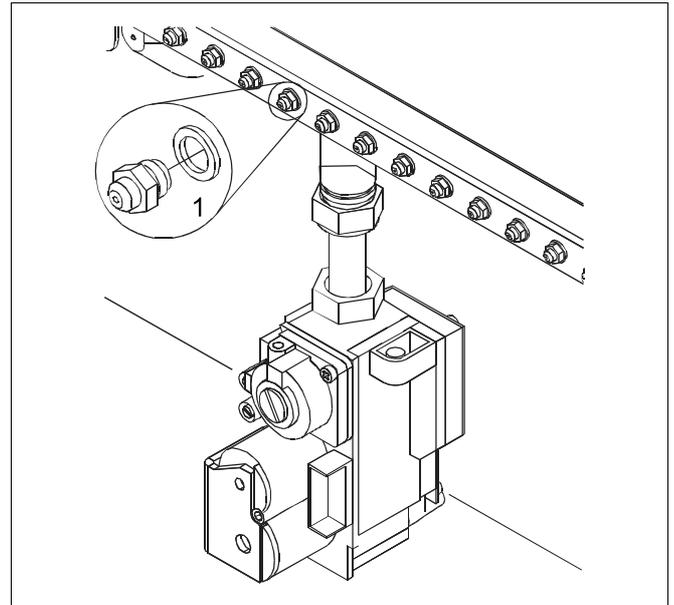

Fig. 60 Sostituire gli ugelli.
- Rimuovere gli ugelli (fig. 60, **pos. 1**) del bruciatore e sostituirli con quelli di diametro corrispondente alla nuova categoria di gas che s'intende utilizzare (tab. 6) e rimontare il bruciatore.